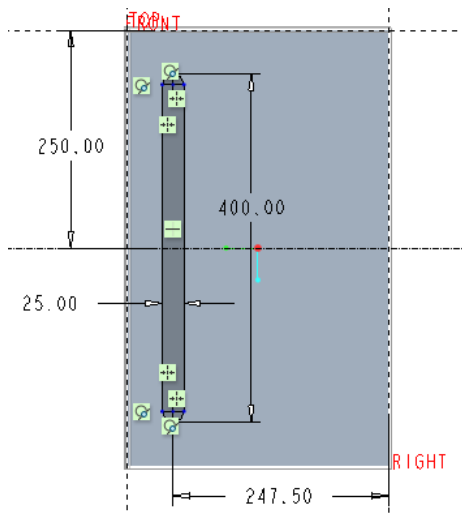

图 5-86 绘制剖面
(1) 单击 (拉伸) 按钮, 打开“拉伸”选项卡, 默认时, (实体)、 (移除材料) 按钮和 (移除与钣金曲面垂直的材料) 按钮处于被选中的状态, 并从下拉列表框中选择 (移除垂直于驱动曲面的材料) 图标选项。
(2) 在“拉伸”选项卡中打开“放置”面板, 单击“定义”按钮, 弹出“草绘”对话框。选择 **RIGHT** 基准平面作为草绘平面, 默认的草绘方向参考为 **TOP** 基准平面, 默认从“方向”下拉列表框中选择“左”选项, 单击“草绘”按钮, 进入草绘模式。
(3) 绘制图 5-86 所示的剖面, 单击 (确定) 按钮。